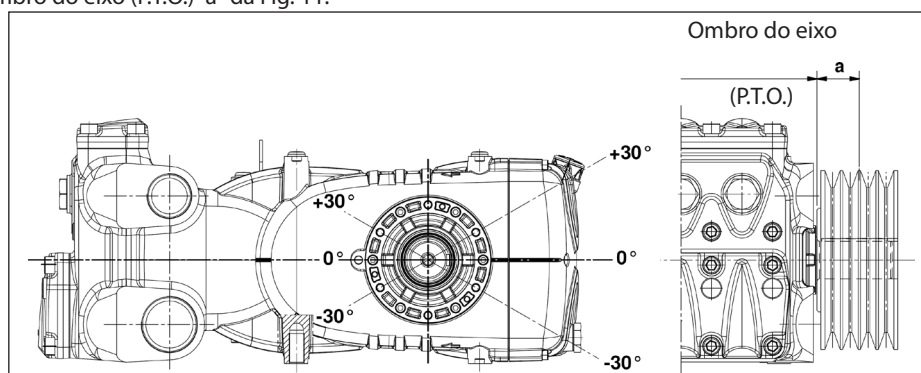

Fig. 11
A transmissão é considerada adequada se tal carga é aplicada a uma distância máxima de **a = 40 mm** do ombro do eixo (P.T.O), conforme indicado na Fig. 11.
- b) Use correias de alto rendimento - por exemplo **XPB** ao invés de **SPB** - pois será necessário uma quantidade inferior de correias com a mesma potência transmitida e uma consequente distância inferior do resultante em relação ao ombro do eixo (P.T.O.) "a" da Fig. 11.
- e) Siga a direção da tensão da correia, conforme indicado na Fig. 11 para exigências diferentes, contate o **Departamento Técnico** ou o **Serviço de Assistência Técnica**.